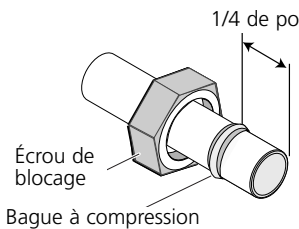

Figure 3
- Glisser un écrou sur chaque extrémité du tuyau coupé, son petit côté en premier. Glisser ensuite les bagues à compression en laiton (une sur chaque extrémité du tuyau coupé). Glisser les bagues à compression en laiton jusqu'à 1/4 de pouce de chaque extrémité du tuyau coupé (voir la Figure 3).